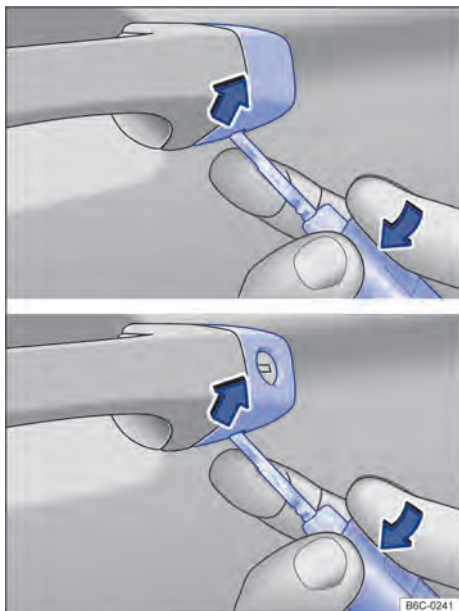

Fig. 52 Maçaneta da porta do condutor: remover a capa.
- Levantar a capa de cobertura com a chave do veículo no sentido da seta → Fig. 52.